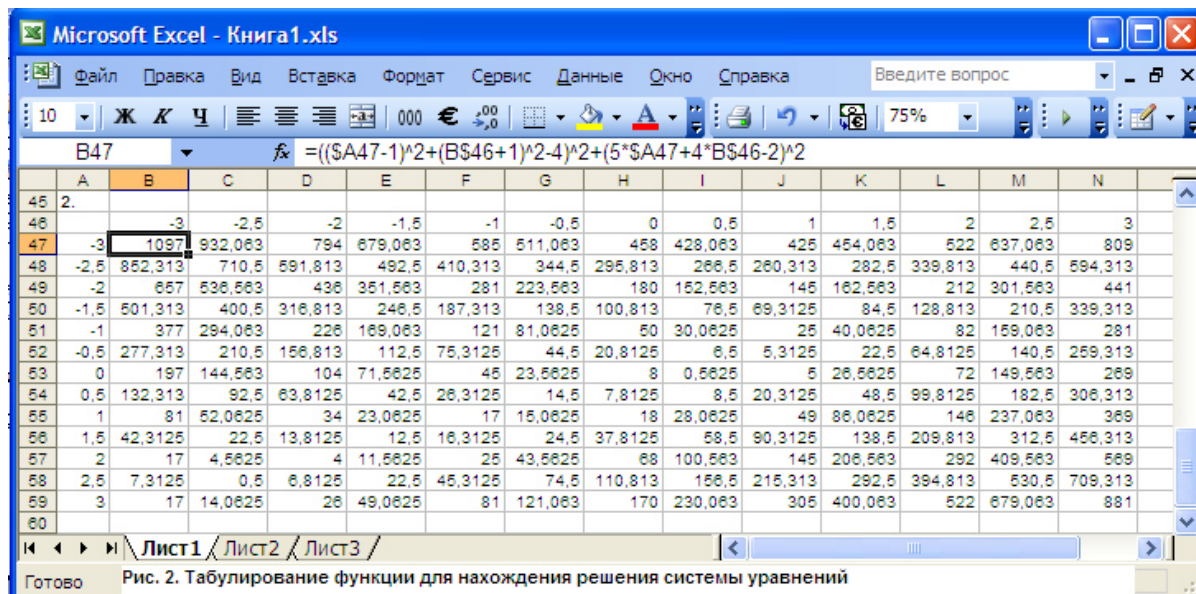

Рис. 2. Табулирование функции для нахождения решения системы уравнений
1. Табулируем равносильное уравнение на отрезке $[-3; 3]$ с шагом 0,5 (рис. 2).